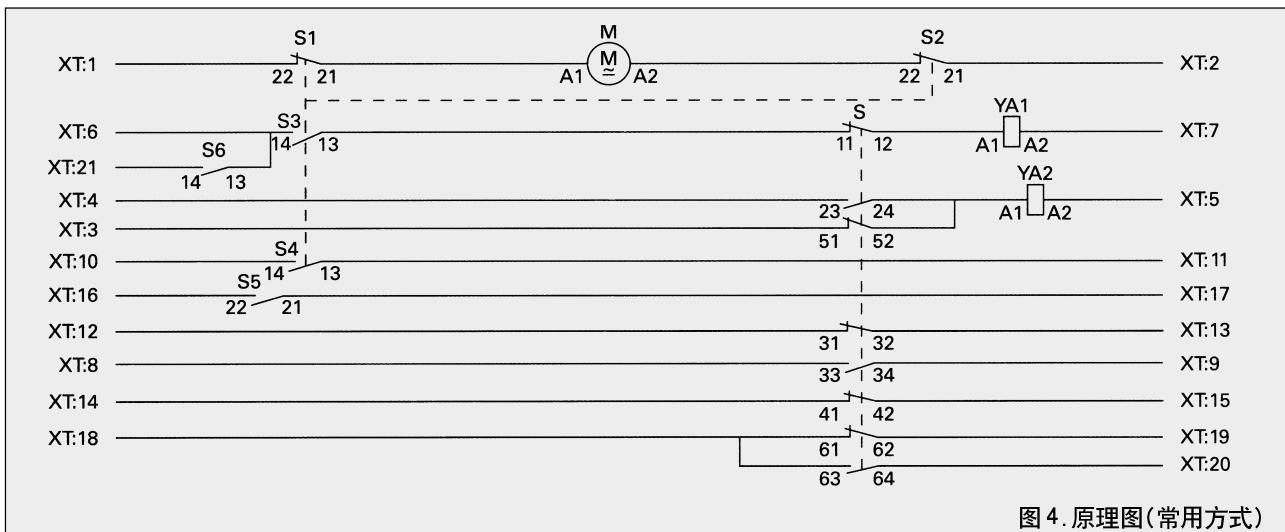
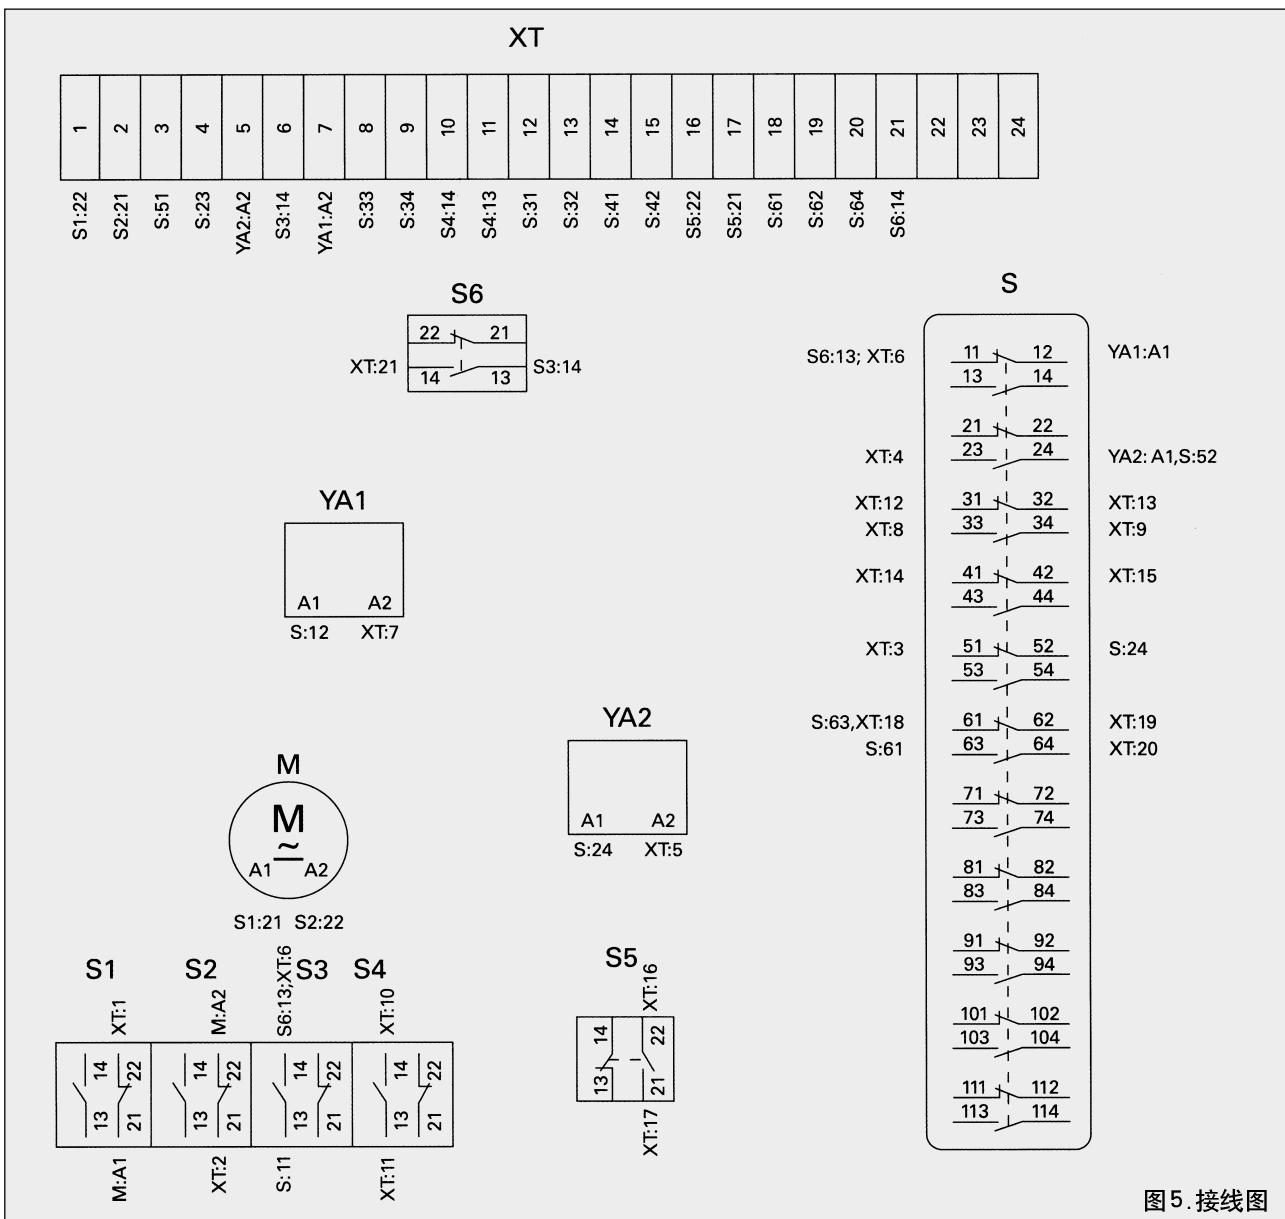
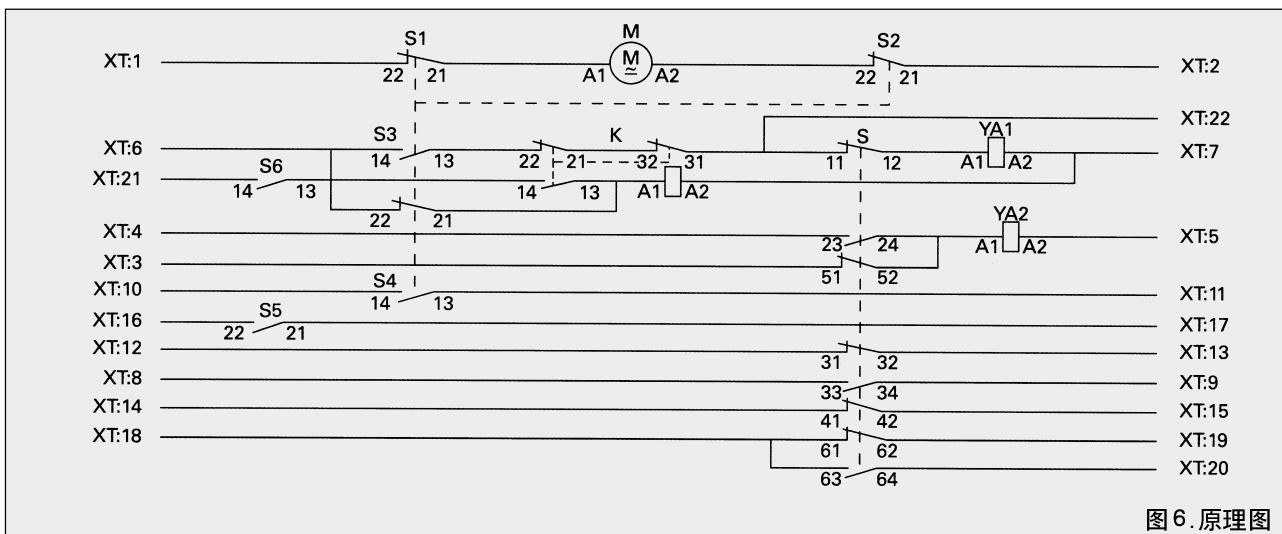
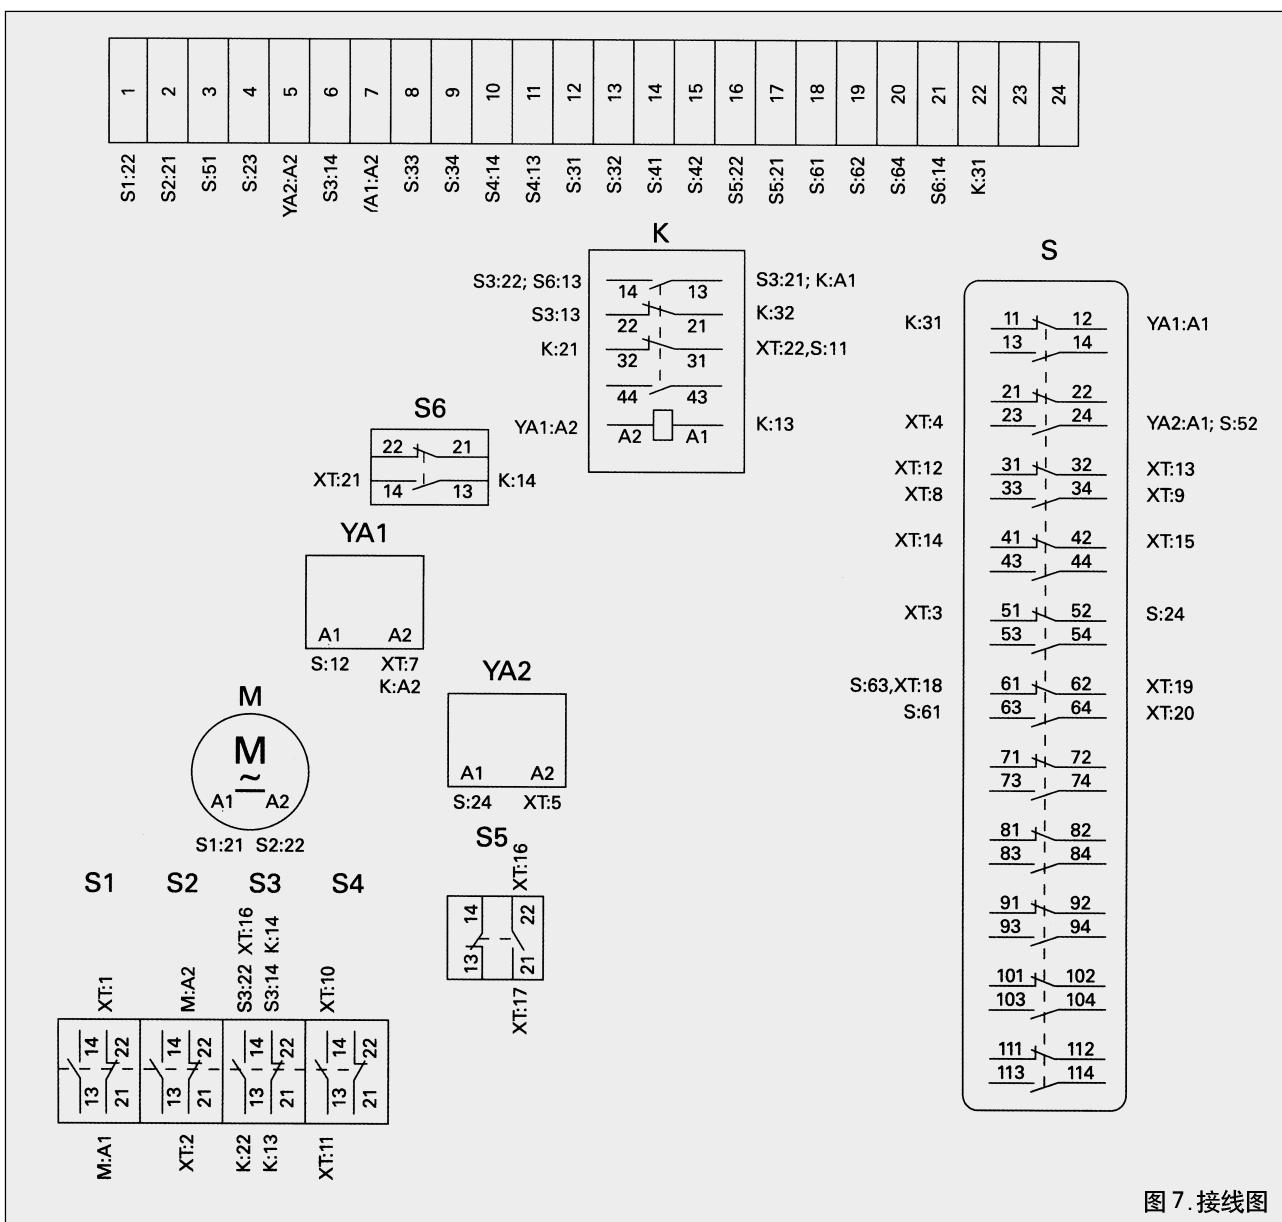

图 4. 原理图(常用方式)
图 5. 接线图
图 6. 原理图
图 7. 接线图
二次回路电器元件及参数（见图4、图6）
本断路器可带有一微型整流器，供无直流电源的用户使用，由用户订货提出。标准断路器接线方案见图4、图5。
断路器可具有防跳跃功能，该功能由一防跳继电器完成。由用户订货时提出。接线方案见图6、图7。
- 带失压脱扣器的断路器需放松脱扣器的自锁螺母（见图5）。